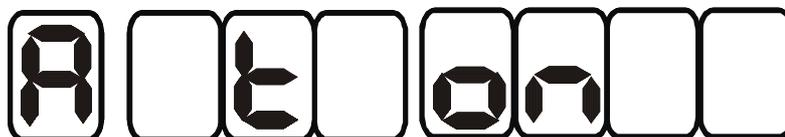

Рис.15. Вид индикатора при отключенном маскировании.
**6.3.5. Режим задания масок.** Для входа в этот режим нажмите кнопку “Режим” три раза. Маска или запрет на обработку может быть наложена на каждый параметр независимо. Выбор параметра, на который будет наложен запрет обработки, производится циклически кнопкой “Выбор”. На Рис.15 приведен вид индикатора, когда маскирование отключено: